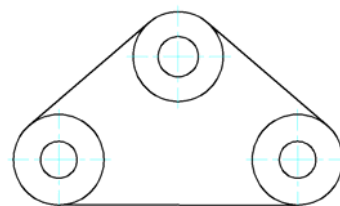

Рис. 3.14
**Шаг 1.** Из точек пересечения осевых линий построить малые и большие окружности (рис. 3.14). Большие окружности объединить касательными отрезками (использовать привязку **Касательная** ).